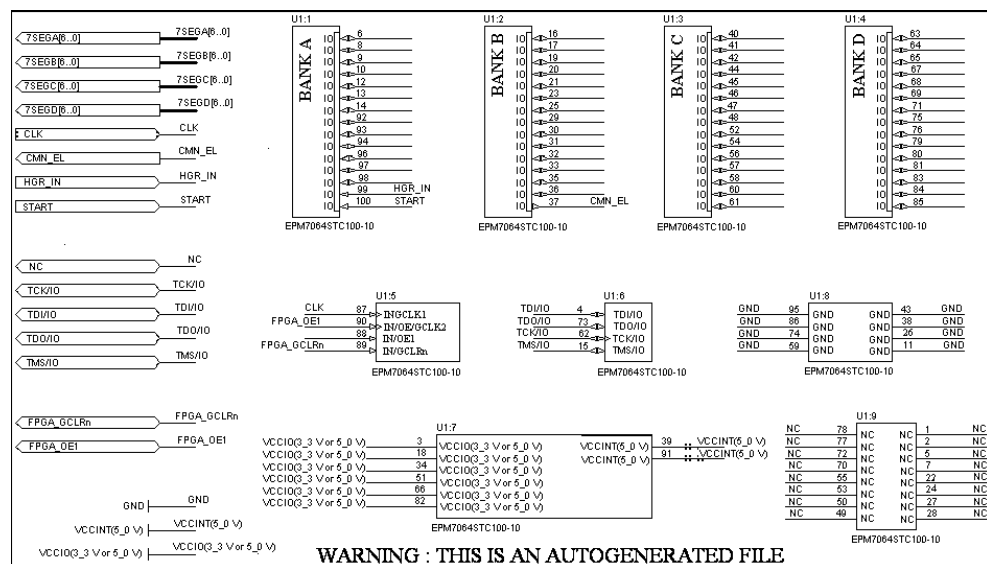

Рис. 8.6. Иерархический схемный компонент ПЛИС
- ❑ лист схемы с изображением схемного символа ПЛИС, внешних портов логической схемы FPGA-проекта и портов питания (рис. 8.6);